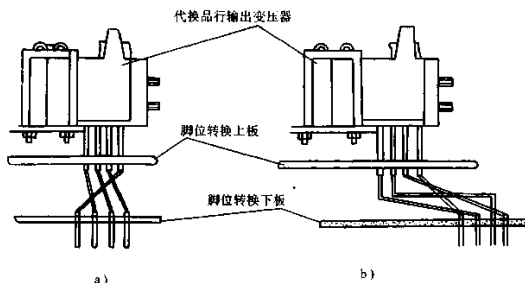

图 5-60 行输出变压器底座引脚转换法示意图
1) 脚位转换法。这种方法的实质就是另做两块板,上板的孔位按代换品的脚位加工,下板的孔位按原品脚位制作,然后将这两块板用加有绝缘套管的 $1.5 \sim 2\text{mm}$ 铜线按两变压器各脚的对应关系连接好,如图 5-60 所示。最后将下板引出脚用 $1.5 \sim 2.5\text{mm}$ 铜线接到原品的各相关接点上即可。